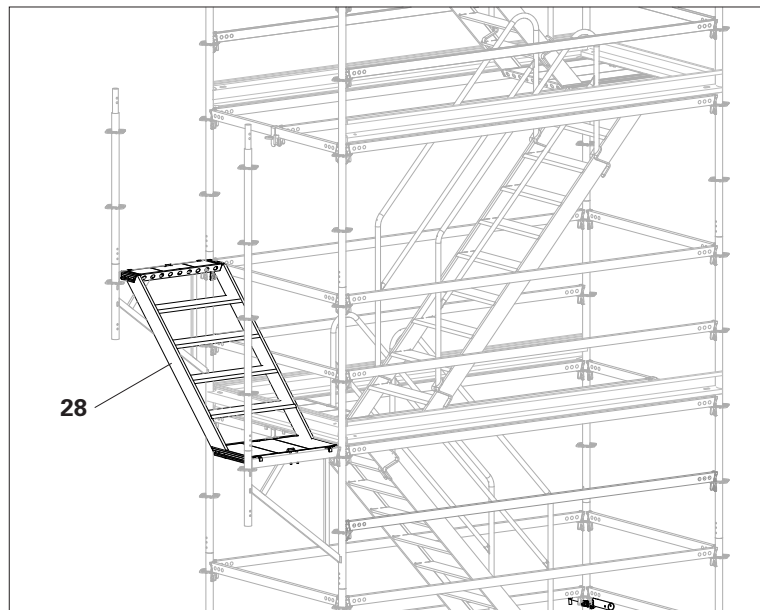

Fig. B8.04
4. Attach the flex stair (**28**). (Fig. B8.04)